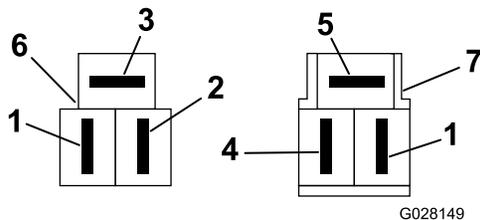

Figura 9
5. En el tabique del panel eléctrico, enchufe el conector de 3 pines del cable eléctrico del interruptor de presión en el conector correspondiente del arnés de cables principal de la máquina (Figura 6 y Figura 9).